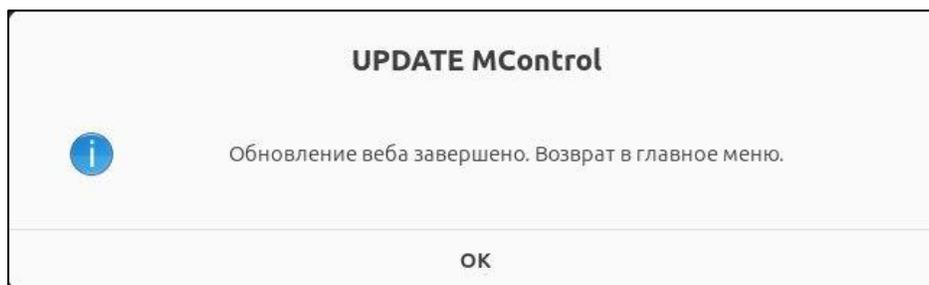

Рисунок 88 – Уведомление о завершении обновления веба
- 2) По завершению обновления отобразится уведомление о завершении (Рисунок 88). Нажмите «ОК».